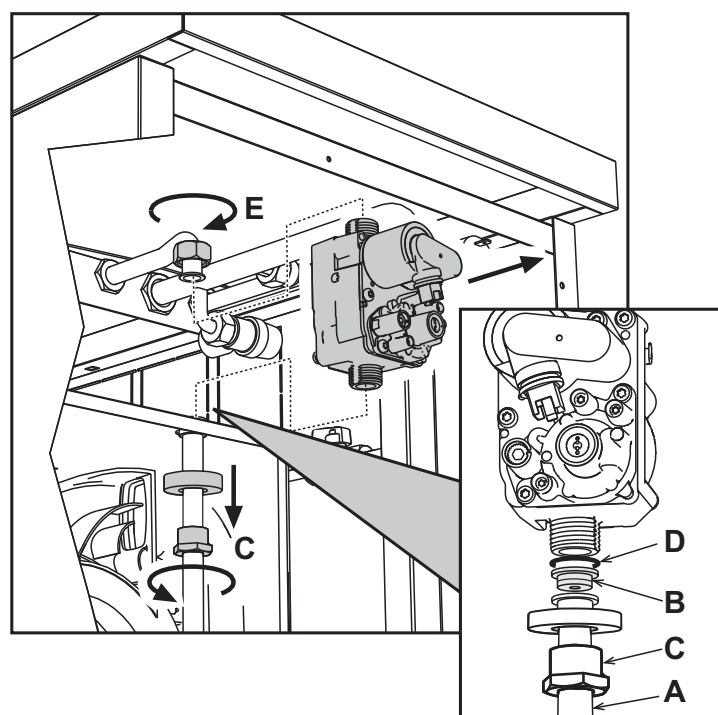

fig. 23
4. Svitare il girello C e quello E e rimuovere la valvola gas (vedi fig. 23).
5. Sostituire l'ugello B inserito nel tubo gas con quello contenuto nel kit di trasformazione interponendo la guarnizione D (vedi fig. 23).